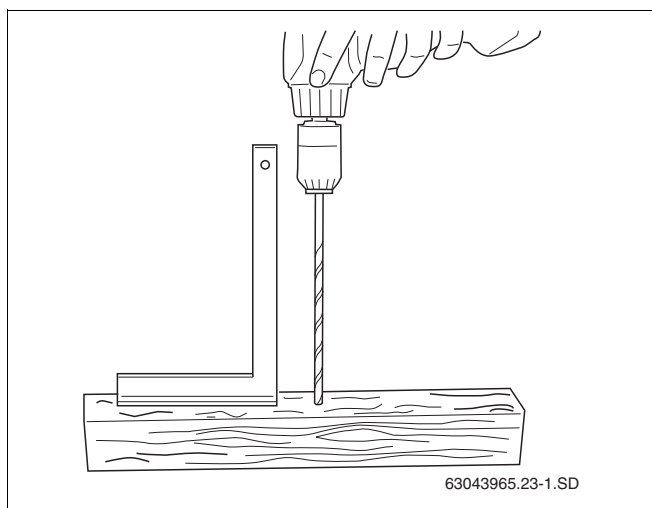

Рис. 22 Изготовление шаблона
- ▶ Используйте брус длиной 0,50 – 1,00 м. Вертикально просверлите в бруске сквозное отверстие Ø 6 мм (рис. 22).